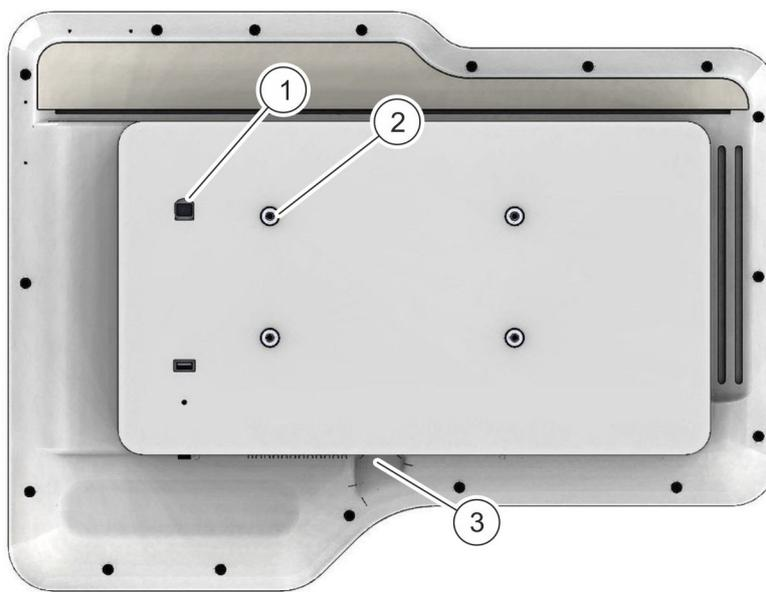

Fig. 3: Fixar o adaptador VESA no terminal
1. ➤ Aparafusar o terminal ao adaptador VESA através das quatro rosca de fixação (Fig. 3/2) na parte traseira do terminal, utilizando os quatro parafusos (M5x20). Utilizar uma arruela por parafuso.
Ligar o cabo Ethernet (cabo de rede) na respetiva porta de Ethernet (Fig. 3/1) na parte traseira do terminal.
- 6.** ➔ Ligar o cabo de alimentação elétrica na entrada de corrente elétrica na parte inferior do terminal (Fig. 3/3).